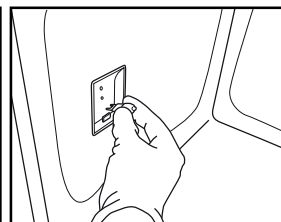

Рис. 8
4. Замените лампу (тип лампы указан в примечании) (Рис. 8).